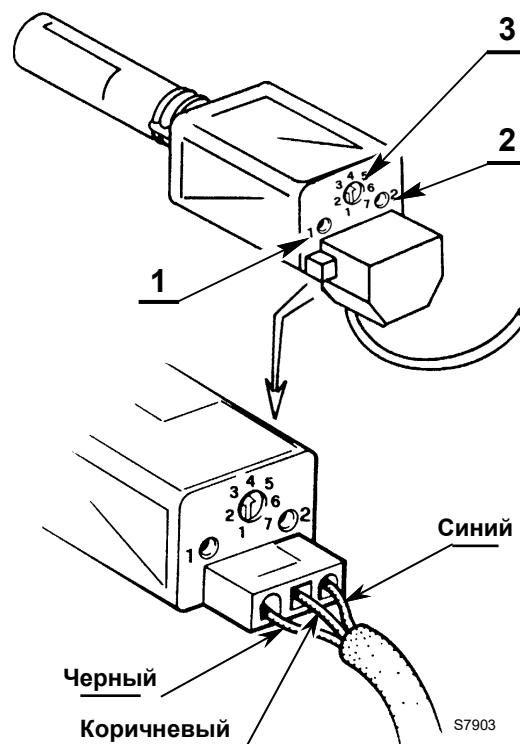

Рис. 14
- потенциометр 3) (Рис. 14) для регулировки чувствительности;
- светодиод 1) (Рис. 14) для указывания чувствительности;
- светодиод 2) (Рис. 14) для указывания рабочего состояния.
- Поворачивайте указатель потенциометра 3) (Рис. 14) против часовой стрелки до тех пор, пока светодиод 1) (Рис. 14) не начнет мигать, указывая на минимальное значение метки.
- Поворачивайте указатель потенциометра 3) (Рис. 14) по часовой стрелке до тех пор, пока светодиод 1) (Рис. 14) не перейдет в состояние стабильной яркости. В качестве окончательной калибровки считается минимальное значение, полученное путем увеличения на 1 или 2 метки.